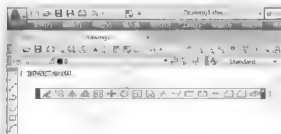

图 1.14 关闭工具栏
(2) 关闭工具栏：将屏幕上已经存在的工具栏拖到绘图区域的任意位置，使其变成浮动状态后，单击工具栏右上角的关闭按钮即可关闭该工具栏，如图 1.14 所示。